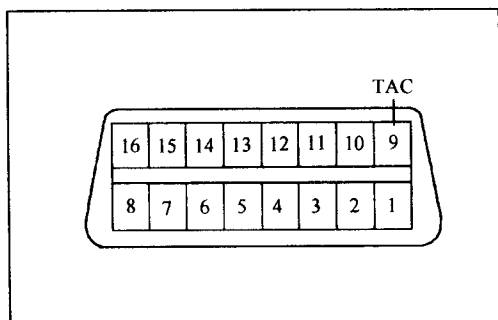

图 1-3
(3)不使用手持式检测器时:用维修短接线(SST 09834-18040)把 DLC3 中的端子 9(TAC)连到转速计上,如图 1-3 所示,检查怠速转速(610~710r/min)。